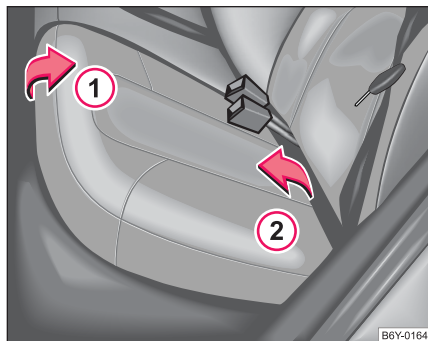

Abb. 48 Rücksitzbank vorklappen
- Rücksitzbank in Pfeilrichtung ① hochziehen ⇒ Seite 68, Abb. 48 und in Pfeilrichtung ② nach vorn klappen.